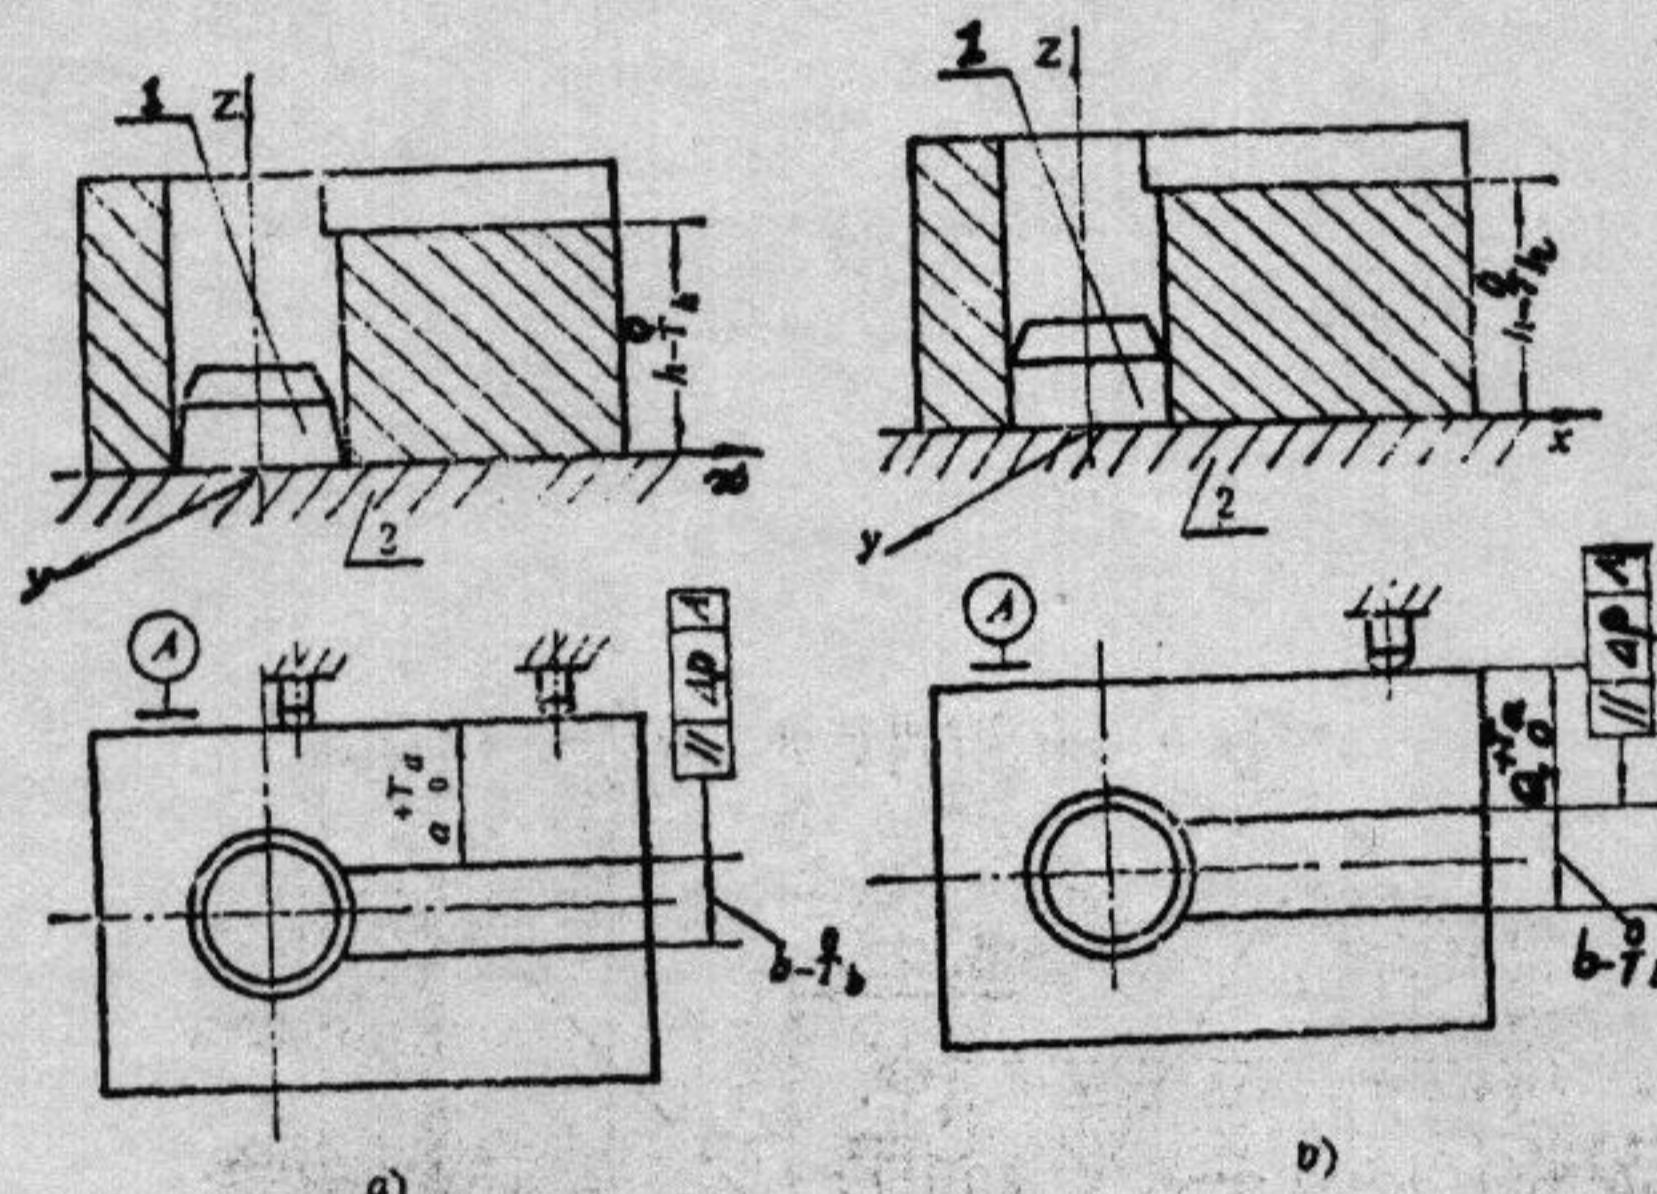

图 2
5. 如图 2 所示
5. 如图 2 所示为在工件上铣槽的两种定位方案，要求槽宽为 b_{-7h}^0 ，槽底高为 h_{-7h}^0 ，槽侧面与 A 面平行，且距离为 a_0^{+7a} 。图 2a 中工件在锥销 1，平面 2 及两支